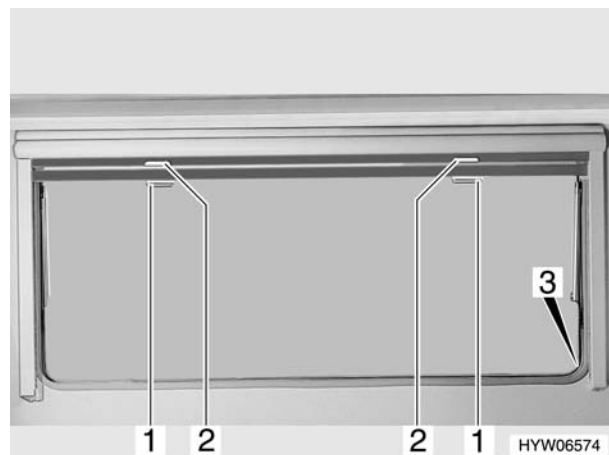

Bild 52 Ausstellfenster
- Verdunklungsrollo am Griff (Bild 52,2) nach unten ziehen. Wenn das Verdunklungsrollo ganz geschlossen wird, das Verdunklungsrollo auf beiden Seiten des Fensterrahmens in die Arretierung (Bild 52,3) einhängen.
- Wenn das Verdunklungsrollo vollständig geschlossen ist: Den Griff (Bild 52,2) nach unten drücken und den Griff dabei leicht nach vorne kippen. Das Verdunklungsrollo aus den Arretierungen links und rechts am Fensterrahmen aushängen.
- Insektenschutzrollo am Griff (Bild 52,1) nach unten ziehen und auf beiden Seiten am Fensterahmen in die Arretierung (Bild 52,3) einhängen.
- Griff (Bild 52,1) nach unten drücken und den Griff dabei leicht nach vorne kippen. Das Insektenschutzrollo aus der Arretierung links und rechts am Fensterrahmen aushängen.